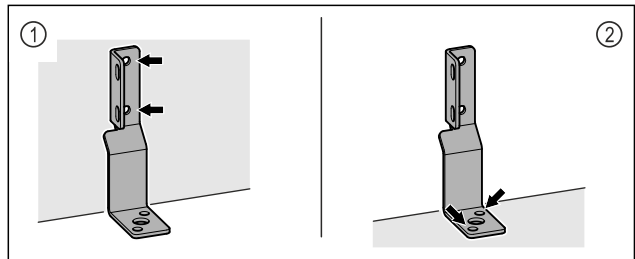

Fig. 6
- ▶ Winkel an Wand Fig. 6 (1) oder Boden Fig. 6 (2) befestigen.